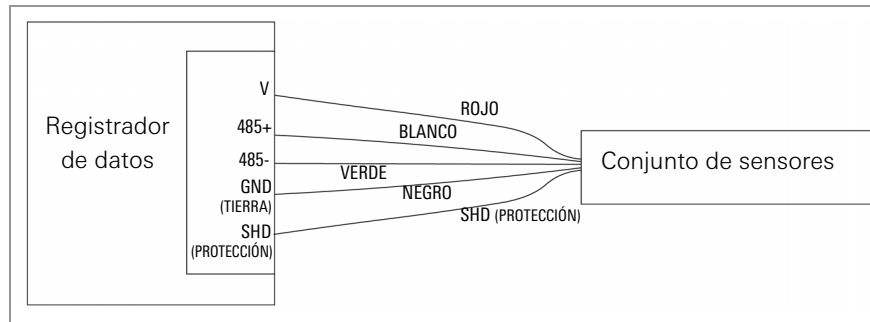

FIGURA 6: Cableado de registrador de datos con conversión RS-485 incorporada
- Si su registrador de datos cuenta con conversión RS-485 incorporada, conecte el cableado usando el diagrama en Figura 6.